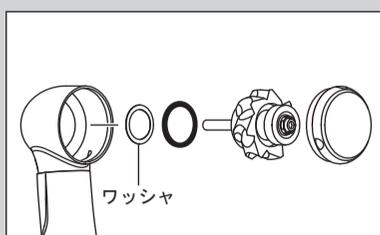

図11
- ・ご購入時期により、ヘッド内にカートリッジ、Oリングの他にワッシャが付いているものがあります（図11）。カートリッジ交換の際に確認し、ワッシャがあれば取り外してください。